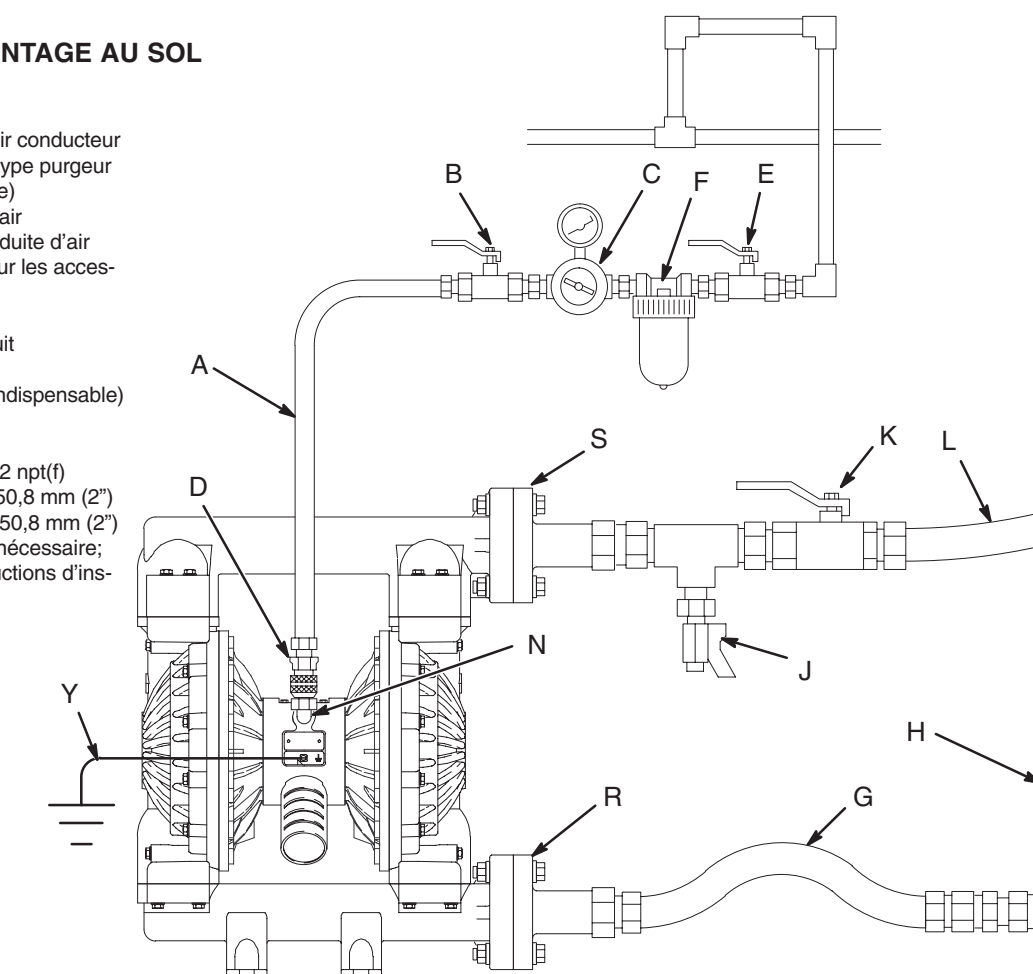

Fig. 2
- L'installation type présentée en Fig. 2 est une simple indication pour choisir et monter les éléments du système. Prendre contact avec votre distributeur Graco ou les services d'assistance technique de Graco pour vous aider à concevoir un système qui correspond à vos besoins.
La vanne d'air principale de type purgeur (B) doit être montée sur votre système pour décharger l'air prisonnier entre cette vanne et la pompe. Cet air prisonnier peut provoquer le battement inattendu de la pompe, provoquant ainsi des blessures graves, y compris des projections dans les yeux ou sur la peau, des blessures dues à des pièces en mouvement ou une intoxication due aux produits dangereux. Voir Fig. 2.
1. Installer les accessoires de la conduite d'air suivant la Fig. 2. Fixer ces accessoires au mur ou sur un support. S'assurer que la conduite d'air alimentant ces derniers est conductrice.
- a. Installer un régulateur d'air (C) et un manomètre pour contrôler la pression produit. La pression de sortie produit correspondra au réglage du régulateur d'air.
- b. Placer la vanne d'air principale de type purgeur (B) tout près de la pompe et s'en servir pour décharger l'air prisonnier. Voir la **MISE EN GARDE** ci-contre. Placer l'autre vanne d'air principale (E) en amont de tous les accessoires de la conduite d'air et l'utiliser pour isoler ces derniers pendant le nettoyage et les réparations.
- c. Le filtre sur la conduite d'air (F) élimine les poussières nuisibles et l'humidité de l'alimentation en air comprimé.
2. Installer un flexible d'air conducteur (A) entre les accessoires et l'entrée d'air 1/2 npt(f) de la pompe (N). Voir Fig. 2. Utiliser un flexible d'air d'un diam. int. minimum de 13 mm (1/2").
3. Visser un raccord rapide de conduite d'air (D) sur l'extrémité du flexible d'air (A); s'assurer que les orifices du raccord sont assez grands pour ne pas diminuer le débit d'air, ce qui affecterait les performances de la pompe. Visser correctement le raccord avec un ruban d'étanchéité sur l'entrée d'air de la pompe. Ne pas brancher le raccord rapide (D) sur le raccord avant que la pompe ne soit prête à fonctionner.
### LÉGENDES DE LA FIG. 2
Une vanne de purge produit (J) est nécessaire pour décompresser la conduite si elle est bouchée. La vanne de purge diminue le risque de blessure grave, y compris de projection dans les yeux ou sur la peau, ou d'intoxication par les produits dangereux lors de la dépressurisation. Installer la vanne tout près de la sortie produit de la pompe. Voir Fig. 2.
1. La sortie produit de la pompe (S) est équipée d'une bride à face rehaussée de 50,8 mm (2"). Voir **Connexion des brides** en page 8.
2. Installer une vanne de purge produit (J) à proximité de l'orifice de sortie produit. Voir la **MISE EN GARDE** ci-dessus.
3. Installer une vanne d'arrêt (K) sur la conduite de sortie produit.